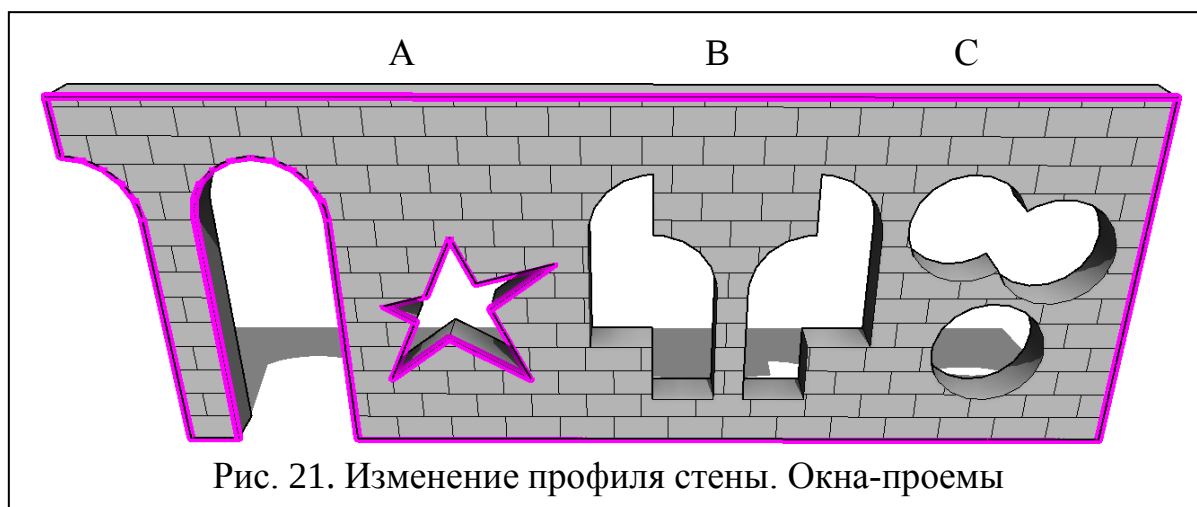

Рис. 21. Изменение профиля стены. Окона-проемы
-  В режиме редактирования внешнего профиля стены нарисовать внутренний контур (рис. 21 А).
-  Использование в качестве проема вариантов окон/дверей элементов без конструкций (например, «Окно-Круглый проем» (рис. 21 С)).
- При многократном использовании нестандартной формы проема – создание нового семейства «окна-проема» (рис.21 В):